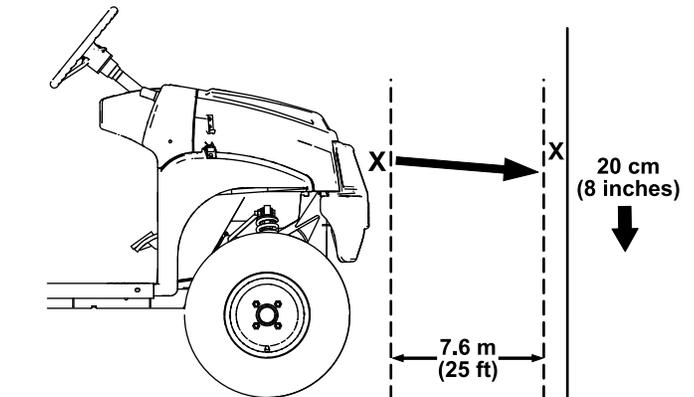

Figura 49
1. Aparque la máquina en una superficie nivelada con los faros a unos 7.5 m (25') de una pared (Figura 49).
La parte más brillante del haz del faro debe estar a 20 cm (8") por debajo de la marca hecha en la pared (Figura 49).